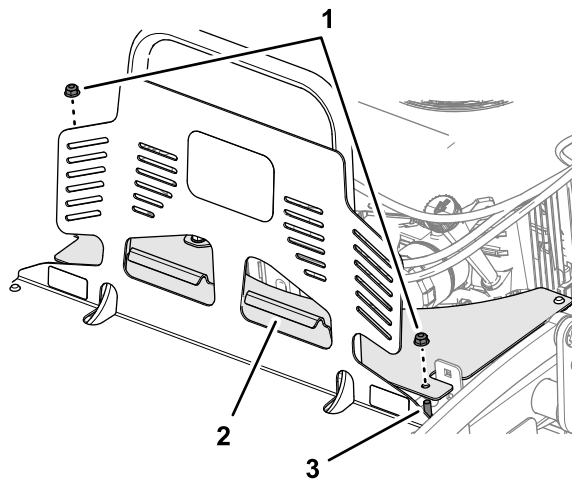

Figura 38
3. Alinhe os furos da extensão da proteção sobre os dois parafusos de carroçaria e a flange da extensão sobre as aberturas da proteção do motor (Figura 38).